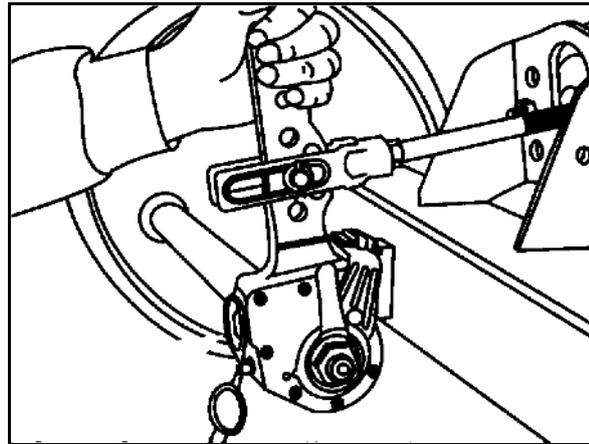

Fig. 88
Gestängesteller von Hand in Druckrichtung betätigen (Fig. 88). Bei einem Leerweg der Langhub-Membranzylinder-Druckstange von max. 35 mm muss die Radbremse nachgestellt werden.
2. Stellschraube (Pfeil) mit Ringschlüssel (Fig. 88) ca. eine  $\frac{3}{4}$  Umdrehung entgegen Uhrzeigersinn zurückdrehen. Es muss ein Leerweg von mindestens 50 mm, bei Hebellänge 150 mm, vorhanden sein.